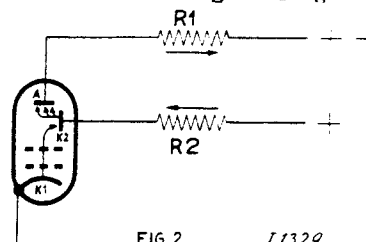

FIG.2 I 1329
Tengevolge van het electronenbombardement op de secundaire kathode (K2), worden hieruit electronen vrygemaakt, die op de anode (A) terechtkomen. De hoeveelheid electronen die op A terechtkomt is groter dan die K1 verlaat. Fig.2 toont aan, dat de stroomen in R1 en R2 tegengesteld gericht zyn. De EE1 zorgt dus voor phasedraaiing, zoodat het mogelijk is tusschen deze buis en de in balans geschakelde eindtrap weerstandkoppeling toe te passen. Tevens maakt de zeer groote steilheid van de EE1, microfoon-voorversterking overbodig.